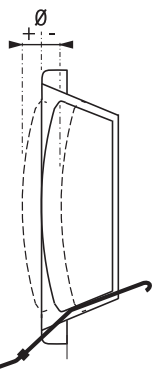

Bild 1. Injustering med mätsond.
- Beakta ventilkägglans läge. Käglan utgår ifrån ett 0-läge och kan ställas inom ett max (+) / min (-) intervall, se bild 1 och tabell T1.